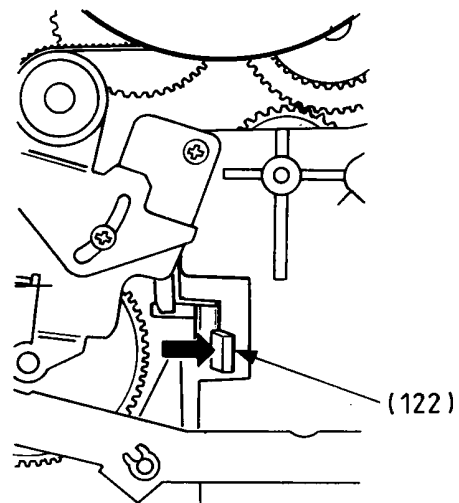
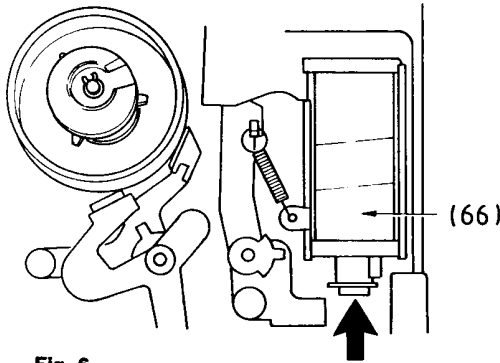

Fig. 5
Fig. 6
- Umstellhebel (122), Fig. 5, oder Kern der Spule (66), Fig. 6, in Pfeilrichtung drücken, um die Verriegelung zu öffnen.
- Erdungsfeder (5) entfernen.
- Lötstellen "K" öffnen und Außenring der Kopfscheibe (7) leicht anwärmen (Fön).
- Kopfscheibe (7) vorsichtig abziehen.
- Press the change lever (122), Fig. 5, or the core of the solenoid (66), Fig. 6, in the direction of the arrow to unlock the lever.